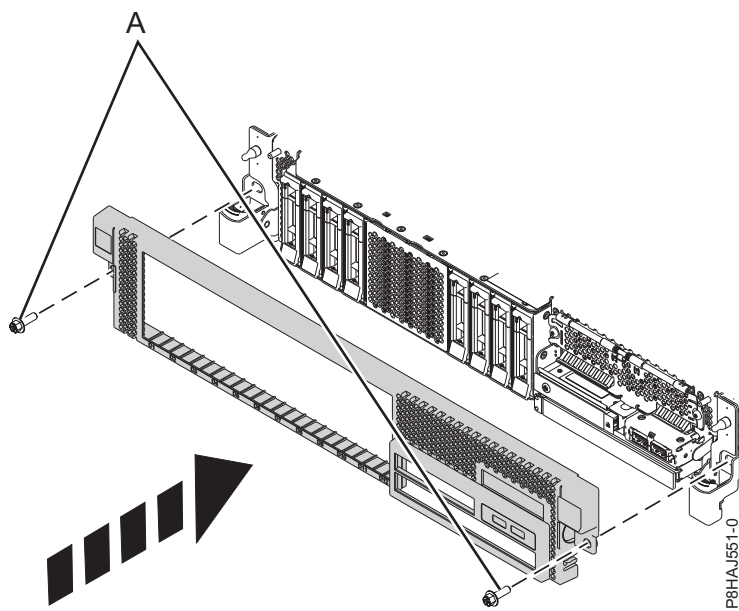

Figura 20. Instalación de la cubierta frontal
3. Cierre los pestillos de liberación empujando en la dirección que se muestra en Figura 20 en la página 40. La cubierta se insertará en su posición y dispone de una hendidura que le permite sujetarla más fácilmente.
4. Sustituya los tornillos de envío (A).